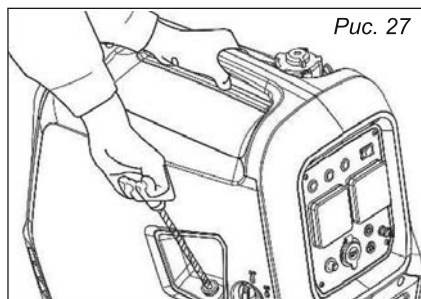

Рис. 27
4. Медленно потяните стартер до ощутимого сопротивления, затем потяните резко (рис. 27).